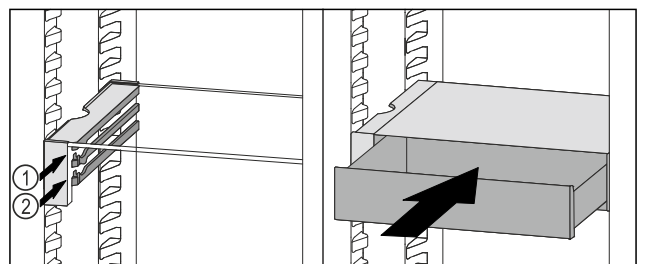

Fig. 61
- ▶ Поставете чекмеджето на VarioSafe зад ограничителите върху желаното ребро Fig. 61 (1) или Fig. 61 (2).